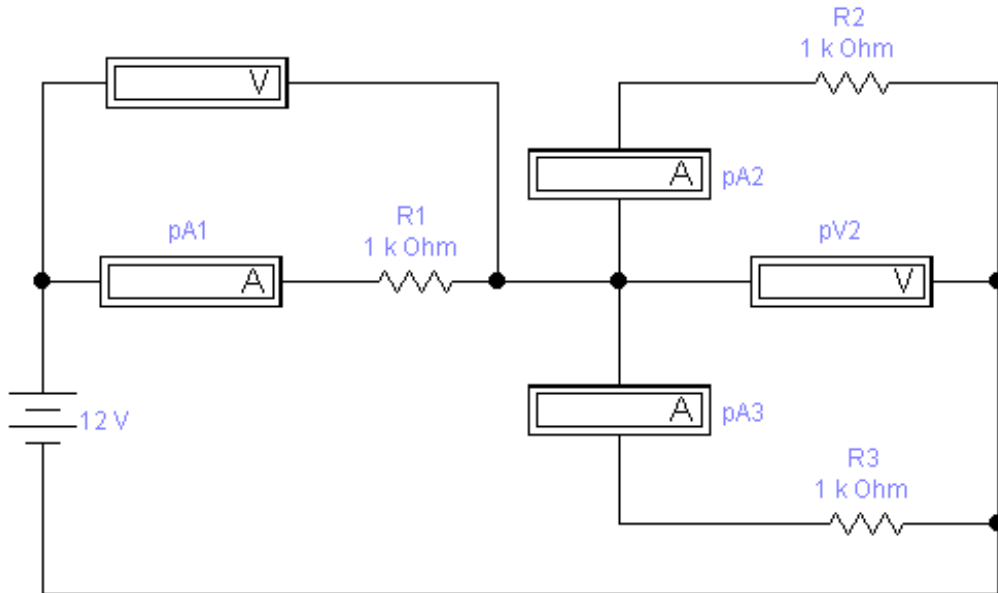

Рисунок 1.6 - Схема дослідження кола постійного струму зі змішаним з'єднанням резисторів
8. Набрати схему дослідження кола постійного струму зі змішаним з'єднанням резисторів (рисунок 1.6).